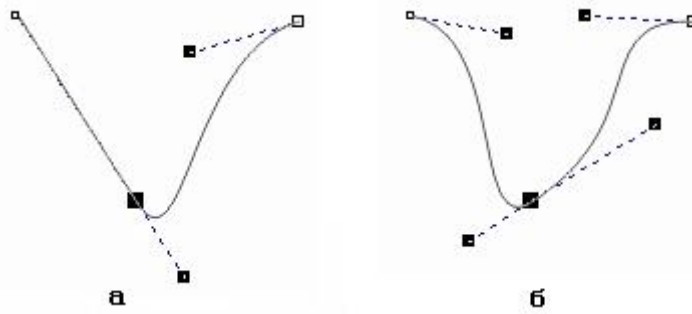

Рис. 1.3. Кнопки размещения размерной надписи по отношению к размерной линии
- Text Position (Положение текста). Раскрывающаяся панель с кнопками, положение которых определяет расположение размерной надписи по отношению к размерной линии (рис. 1.3).